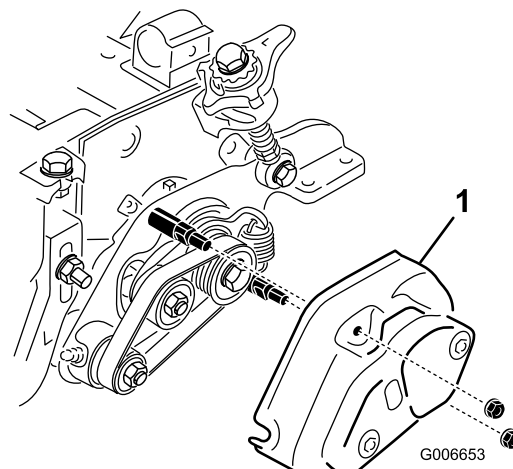

图35
8. 确保疏草刀和滚筒刷护罩上的螺母（图35）没有拧得过紧。